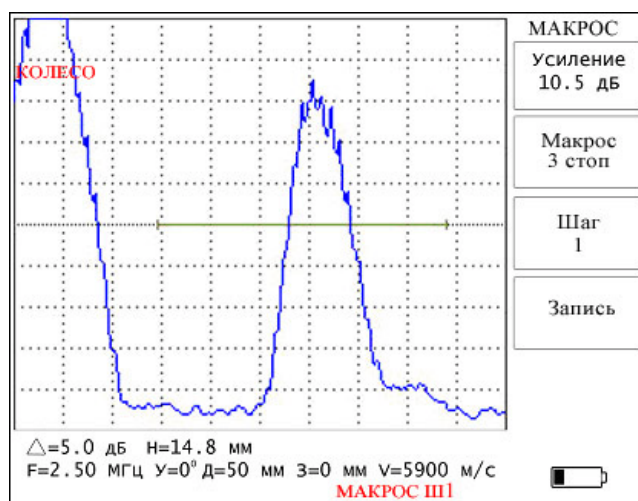

Рис. 6.1.
6.9.3. Для выполнения макроса необходимо зайти в меню «Макрос» основного меню. Далее клавишами «-» и «+» напротив окна «Макрос» выбрать требуемый для выполнения макрос и подтвердить выбор нажатием клавиши «». Выбранный макрос выполняется по шагам, каждый из которых представляет собой заранее записанную настройку. Когда макрос вызван, автоматически вызывается к выполнению первый шаг – это отражено в окне «Шаг» (рис. 6.1). Для того чтобы перейти к выполнению следующего шага в макросе необходимо нажать клавишу «+» напротив окна «Шаг».